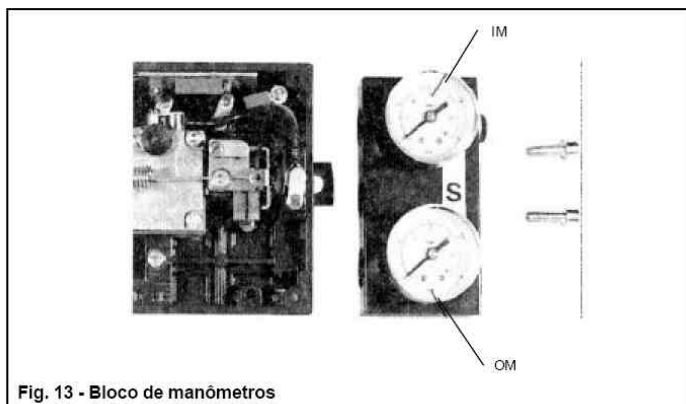

Fig. 13 - Bloco de manômetros
- 2-** Retire os parafusos da lateral do posicionador e fixe o bloco de manômetros (fig.13), com cuidado para não perder os três anéis de vedação (o' ring).